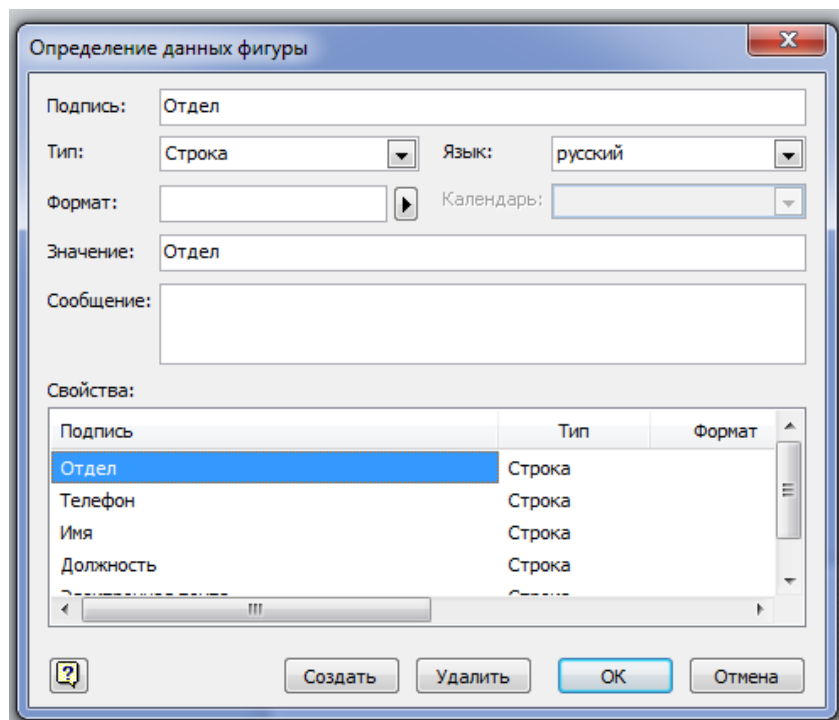

Рис. 3.2. Визначення даних фігури
4. Для створення нової додаткової властивості в діалоговому вікні «Дані фігури» клацніть на кнопці «Визначити». З'явиться діалогове вікно «Визначення даних фігури» (рис. 3.2) у якому необхідно активізувати кнопку «Створити».